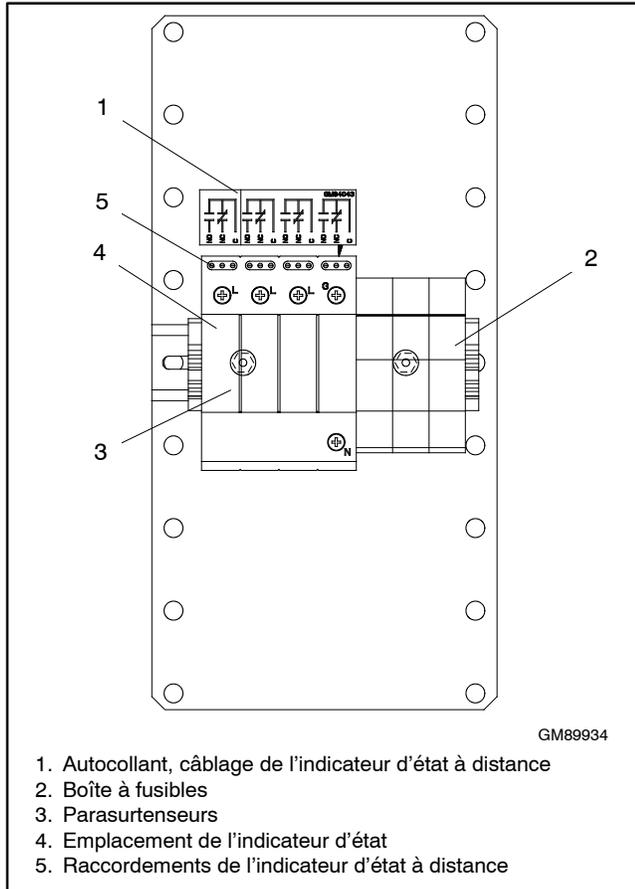

Figure 7-29 Ensemble du dispositif de protection contre la surtension, typique
Un voyant indicateur d'état se trouve sur chaque module limiteur de surtension. Voir Figure 7-29. Un voyant vert indique que le limiteur de surtension protège le circuit. Si le voyant est rouge, le limiteur de surtension ne protège plus le circuit. Changer la cartouche de limiteur de surtension. Voir la section 7.10.3 pour obtenir des directives sur le remplacement.
Connecter les indicateurs fournis par le client ou les alarmes aux bornes auxiliaires à normalement ouvert (NO) ou normalement fermé (NC) sur le bornier TB1. Voir la Figure 7-30 pour les valeurs nominales du contact et la Figure 7-29 pour l'emplacement du bornier. Voir les autocollants sur le dispositif de protection contre la surtension ou le schéma du commutateur de transfert pour les connexions.